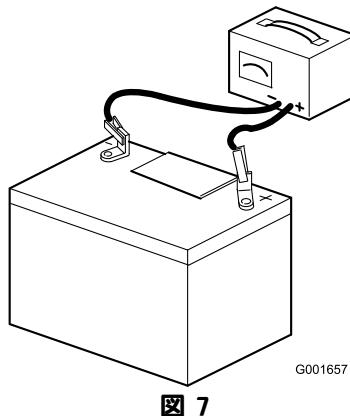

図 7
7. 充電器に接続し、充電電流を 3~4 A にセットする（図 7）。3~4 Aで4~8時間充電する。